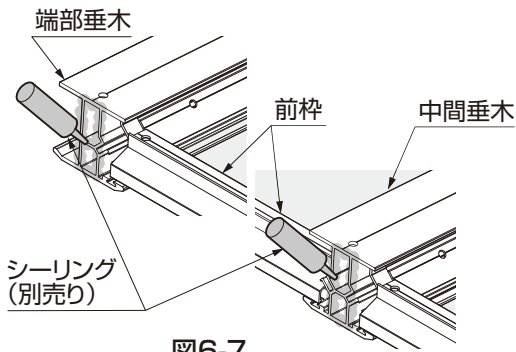

図6-7
- ⑬ 垂木の垂木キャップ取付面にシーリングしてから、垂木キャップを【5-12】で取付けてください。(図6-7参照)